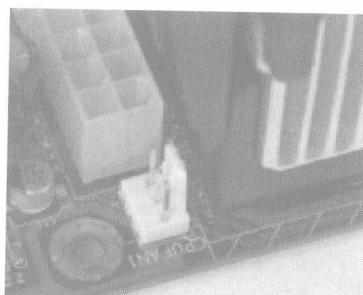

图 1.10 主板 CPU 散热器接口
(4) 将散热器的电源线插好,如图1.10~图1.12所示。